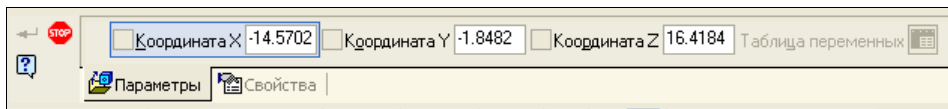

Рис. 21.6. Панель свойств: Компонент из файла с открытой вкладкой **Параметры**
- ◆ нажмите кнопку **Открыть**. На экране появился фантом модели оси редуктора. На Панели свойств: Компонент из файла (рис. 21.6) на вкладке **Параметры** при перемещении курсора меняются координаты точки вставки в окнах **Координата X**, **Координата Y** и **Координата Z**. Точку вставки можно указать произвольно, но автор рекомендует устанавливать в центре начала координат.